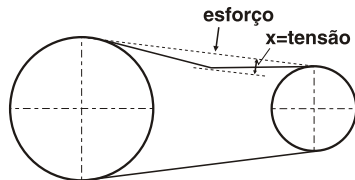
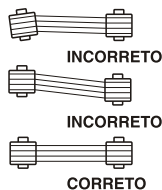

FIGURA 8
FIGURA 9
C. Verifique a tensão da correia (Figura 8) e o alinhamento (Figura 9). A tensão no ponto médio cede de 3/8" a 1/2" sob esforço manual. Para verificar a deflexão remova o protetor de correia. Após a inspeção remonte o protetor fixando os parafusos.